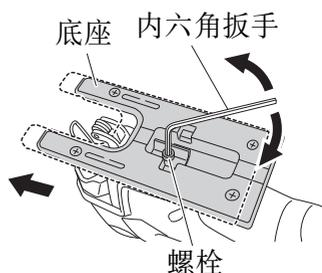

图 12
- (1) 使用内六角扳手松开附在底座上的底座螺栓。(图 12)
- (2) 将底座充分向前移动 (图 12) 再次上紧底座螺栓。